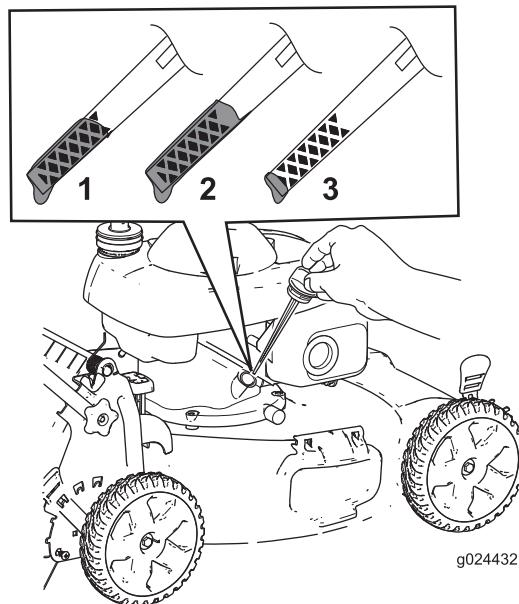

Figura 29
- Retire la varilla (Figura 29).
- Observe en la varilla el nivel de aceite (Figura 29).